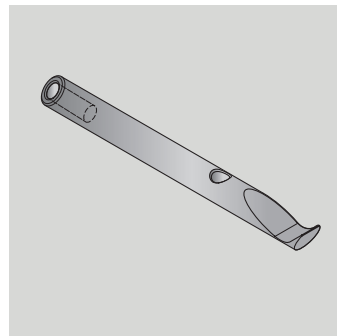

Bild 13
- ▶ Demontage-Werkzeug wie in Bild 13 dargestellt ebenfalls erhältlich
- ▶ Sollte eine Magnetbefestigung nach dem Entfernen der Schalung noch in der Schiene/Leiste stecken, kann dieser mit demselben Demontage-Werkzeug (vgl. Bild 13) oder geeignetem Hilfsmittel aus der Schiene/Leiste gehiebelt werden